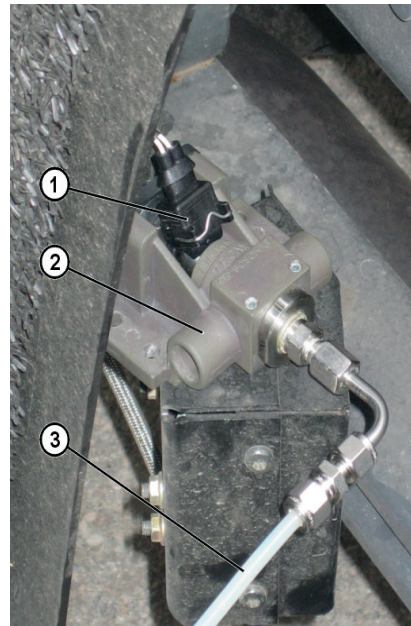

Abb. 7: Fördermengenprüfung Pumpe_1
5. Elektrische Steckverbindung (Abb. 7, Pos. 1) vom fahrzeugspezifischen Dosiermodul trennen und an Prüfdosiermodul (Abb. 7, Pos. 2) anschließen.
6. Prüfdruckleitung (Abb. 7, Pos. 3) an Prüfdosiermodul anschließen.